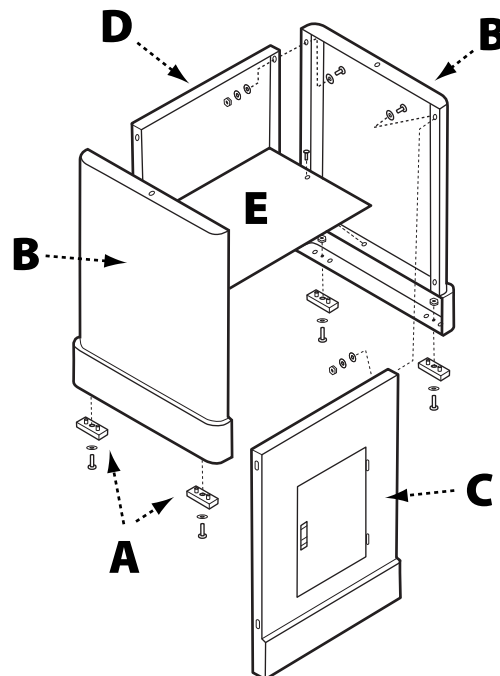

FIGURA 2
1. En referencia a la Figura 2, coloque las cuatro (4) almohadillas de goma (A) en la parte inferior de los paneles laterales (B) usando cuatro tornillos de 8mm x 16mm, las arandelas planas de 8mm y las tuercas hexagonales de 8mm.
2. Use cuatro tornillos de cabeza hexagonal de 8mm x 16mm, ocho arandelas planas de 8mm, cuatro arandelas de presión de 8mm y cuatro tuercas hexagonales de 8mm para fijar los paneles laterales (B) al panel frontal (C). Ajuste únicamente con la mano.
3. Coloque el panel trasero del gabinete (D) a los paneles laterales usando cuatro tornillos hexagonales de 8mm x 16mm, ocho arandelas planas de 8mm, cuatro arandelas de presión de 8mm y cuatro tuercas hexagonales de 8mm.
5. Instale el estante del gabinete (E) en el interior del gabinete, usando dos tornillos de cabeza plana M5x10, dos arandelas planas M5 y dos arandelas de presión M5.